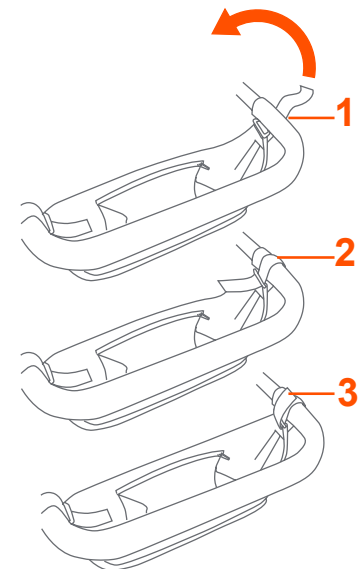

Fig. 13
13) • **Ajuste El Organizador Flexible Para Padres:** Utilice el gancho y la arandela para colgar el organizador flexible para padres en el mango del carrito. Siga las ilustraciones 1 - 3 (Fig.13). Asegúrese de ajustarlo firmemente.